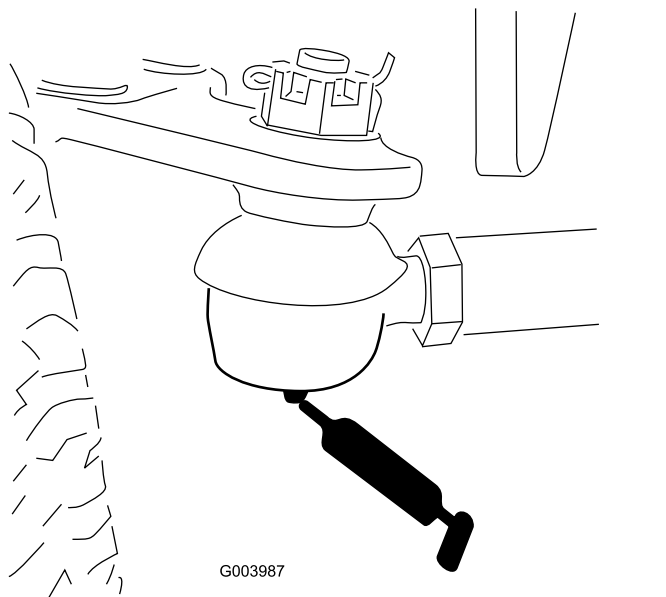

Figure 62
- Bielle de essieu arrière (2) – Figure 62